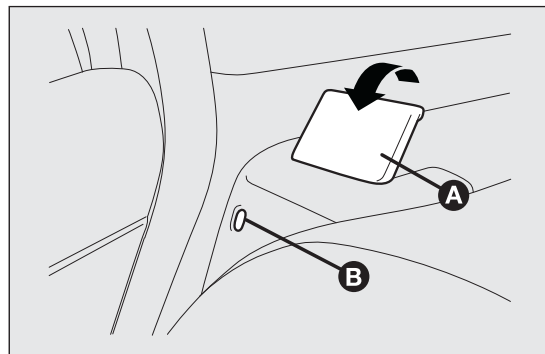

fig. 77
- ☐ levantar la palanca A fig. 77 de sujeción del respaldo y abatirlo hacia delante. El levantamiento de la palanca se confirma con una "banda roja" B.